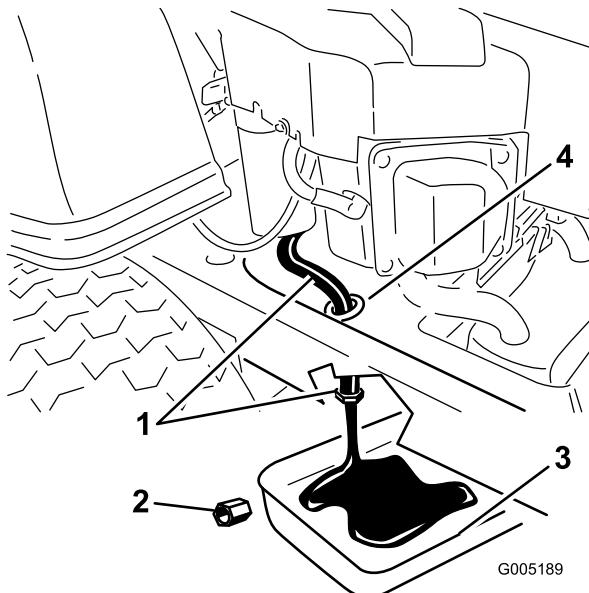

Figura 30
5. Localice el filtro de aceite situado en el lado izquierda del motor. El tapón de vaciado está sujeto al tubo de vaciado pasando por un orificio en el bastidor de la máquina Figura 30 Limpie la zona alrededor del tapón de vaciado del aceite y del tubo de vaciado de aceite.
6. Coloque un recipiente debajo del tubo de vaciado de aceite según se muestra en Figura 30
7. Utilizando dos llaves (una para mantener el tubo de vaciado del aceite y otra para aflojar el tapón) retire el tapón de vaciado de aceite (Figura 30).
- Cuando se haya drenado completamente el aceite, coloque el tapón de vaciado. Apriete el tapón a un par de  $14 \text{ Nm}$  ( $125 \text{ pulgadas-libra}$ ). Limpie cualquier exceso de aceite Figura 30.